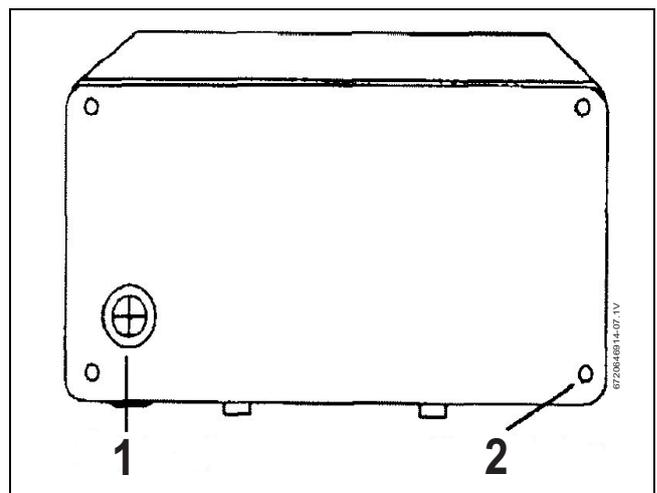

Fig. 6 Arrière de l'unité
- ▶ Si le passage par l'arrière du capot est choisi, découper le passe câble sur la plaque arrière avec un couteau bien aiguisé. Vérifier de ne pas retirer la gaine en caoutchouc de la plaque arrière (Fig. 6):